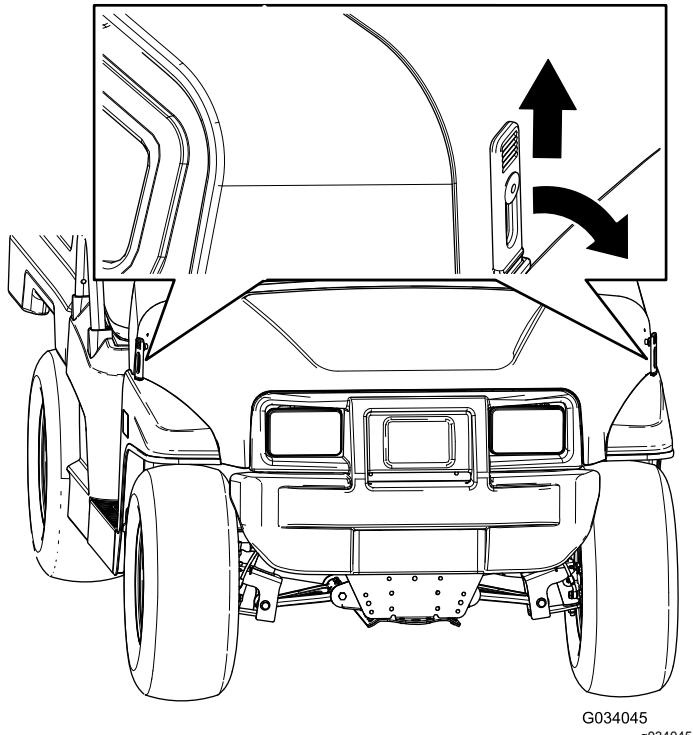

Рисунок 24
1. Поднимите ручки резиновых защелок с каждой стороны капота (Рисунок 24).
- Закрепите капот, совместив резиновые защелки с фиксаторами защелок с каждой стороны капота (Рисунок 24).